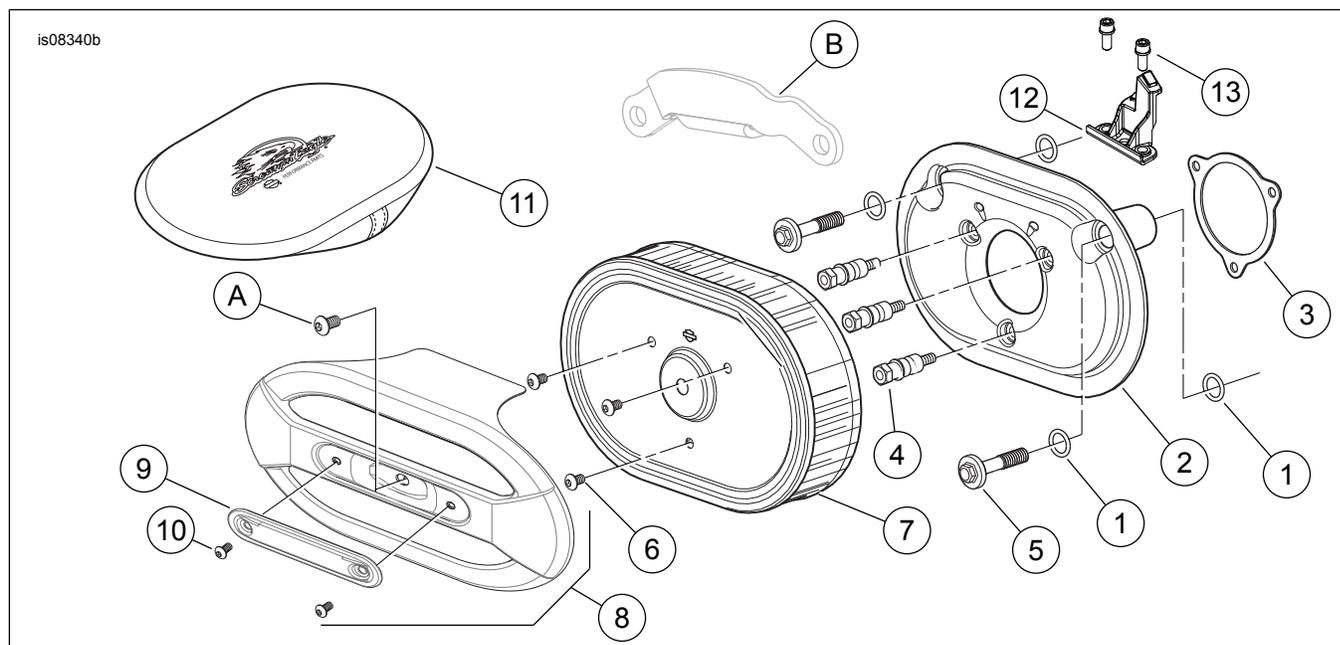

Figura 3. Parti di ricambio: Kit filtro dell'aria ad alte prestazioni Ventilator Screamin' Eagle
Vedere Figura 3 e Tabella 1.
1. Vedere Figura 3. Installare il fermo dell'ACR (12) e le viti (13). Serrare le viti a 3,4–4,5 N·m (30–40 in-lbs).
2. Installare due anelli di tenuta O-ring (1) presi dal kit nelle scanalature attorno ai fori dei bulloni dello sfiatatoio sul lato del modulo a induzione del gruppo piastra di appoggio (2). Installare i due anelli di tenuta O-ring restanti nelle scanalature nella parte inferiore delle teste dei bulloni dello sfiatatoio (5).
3. Rimuovere il rivestimento dalla parte posteriore adesiva della guarnizione (3). Posizionare con cautela il lato adesivo della guarnizione sulla piastra di appoggio, allineandolo con i fori equidistanti delle viti. Premere saldamente la guarnizione al suo posto.
4. Inserire nuovi bulloni dello sfiatatoio (5) attraverso la piastra di appoggio.
7. Avvitare i prigionieri di montaggio del filtro dell'aria (4) attraverso la piastra di appoggio (2), finché le filettature delle viti non facciano presa nel modulo ad induzione. Non serrare i dispositivi di fissaggio.
1. Vedere Figura 3. Fissare l'elemento del filtro dell'aria (7) ai relativi prigionieri di montaggio (4) usando tre viti TORX® con finitura lucida (6) prese dal kit. Serrare le viti a 6,2–6,8 N·m (55–60 in-lbs).
2. Applicare del prodotto Loctite 243 (blu) sulle filettature della vite (A) del coperchio del filtro dell'aria originale. Fissare il coperchio del filtro dell'aria (8) all'elemento del filtro (7) con la vite. Serrare la vite a 4,1–6,8 N·m (36–60 in-lbs).
3. Assemblare l'insero del coperchio del filtro dell'aria (9) sul coperchio del filtro dell'aria con due viti cromate (10). Serrare a fondo.
1. Vedere Figura 3. Rimuovere il coperchio del filtro dell'aria (8) e controllare l'elemento del filtro (7) ogni 8.000 km (5000 mi), o più frequentemente in caso di guida su strade polverose.